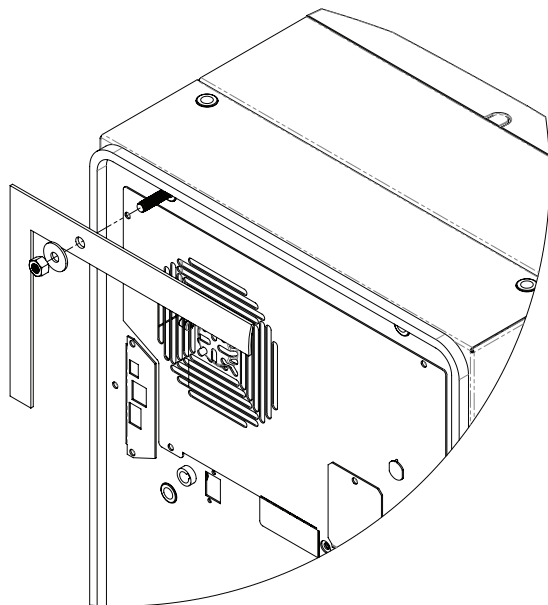

図 2
2. 付属のグラブネジを本体背面のブラインドナットにねじ込みます（図2参照）。